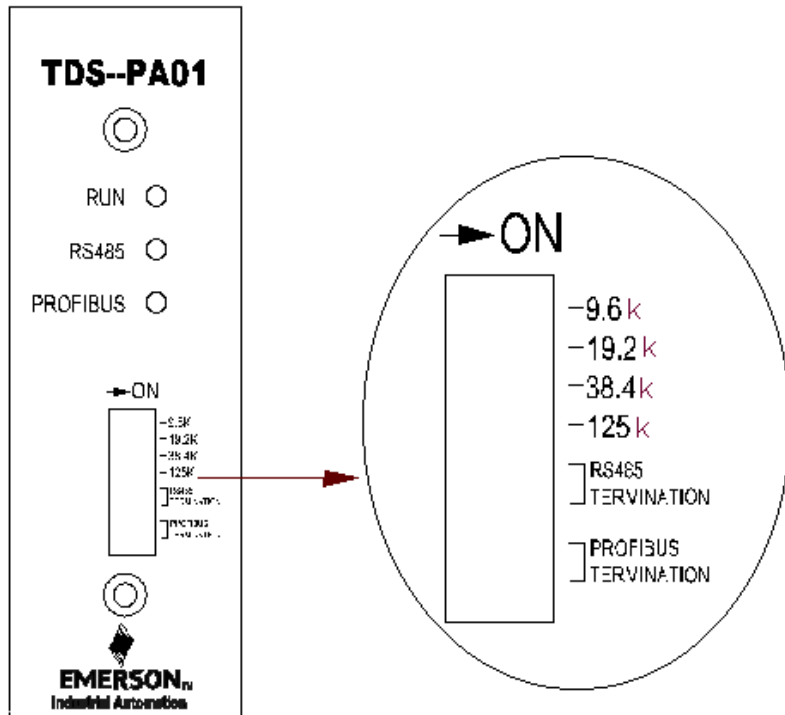

图3.7 拨码开关(选择通讯波特率和总线终端)
8. 如果TDS-PA01现场总线适配器安装于PROFIBUS总线的终端，应将PROFIBUS终端电阻拨码置于“ON”状态，否则应将终端电阻断开。注意：PROFIBUS终端电阻的两个拨码应同时处于“ON”或“OFF”状态，否则可能导致通讯故障。终端电阻的拨码如图3.7所示。